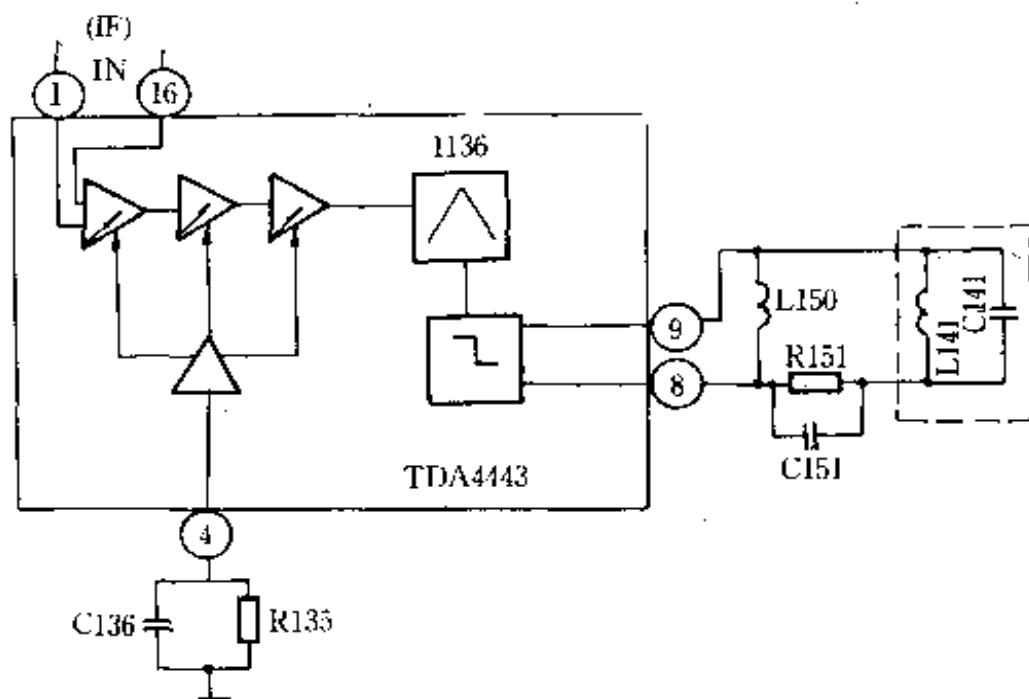

图 4-1 TDA4443 及外围电路
经查公共通道部分电路如图 4-1 所示，测量集成电路 1136 (TDA4443) 各脚电压，发现④脚 (IF、AGC) 的电压值为 0V (正常时该脚电压应是 2.7V)，而其他各脚的电压基本正常。怀疑是中放集成电路 TDA4443 损坏，更换之，故障依旧，再测④脚电压仍为 0V。查④脚接的滤波电路元件，R135 为 8.2 k Ω ，更换 C136 (4.7 μ F/10V) 亦无效。后来经过分析，在中圈 L141 两端并入了一只 16pF 的小电容后，故障消失，声、光、像、色完好如初。